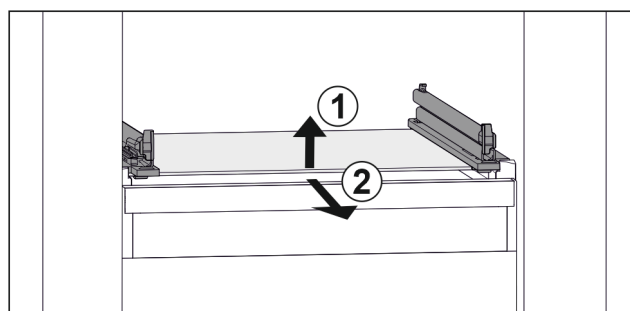

Fig. 155 Exemple de représentation de la tablette en verre
- ▶ Soulever la tablette en verre par l'avant. Fig. 155 (1)
- ▶ Retirer la tablette en verre par l'avant. Fig. 155 (2)